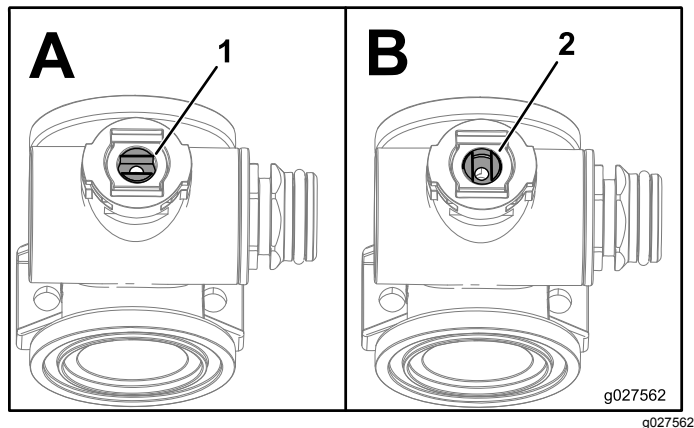

図 122
7. バルブステムアセンブリを「閉」にセットする 図 122。